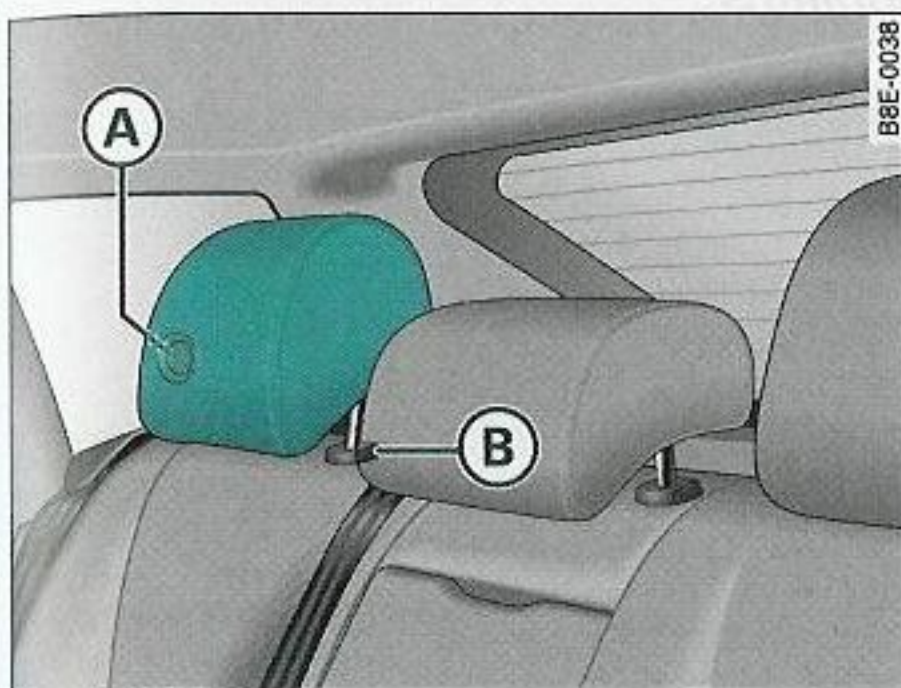

Fig. 90 Plazas laterales del asiento trasero: Apoyacabezas
- Ajuste el apoyacabezas de modo que el borde superior del mismo se halle *como mínimo* a la altura de los ojos o incluso más alto ⇒ fig. 90.
- Apriete el botón (A) ⇒ fig. 90 y ajuste el apoyacabezas de modo que el borde superior del mismo se halle *como mínimo* a la altura de los ojos o más alto.
- Oprima la tecla (B) ⇒ fig. 90 y, al mismo tiempo, extraiga el apoyacabezas.